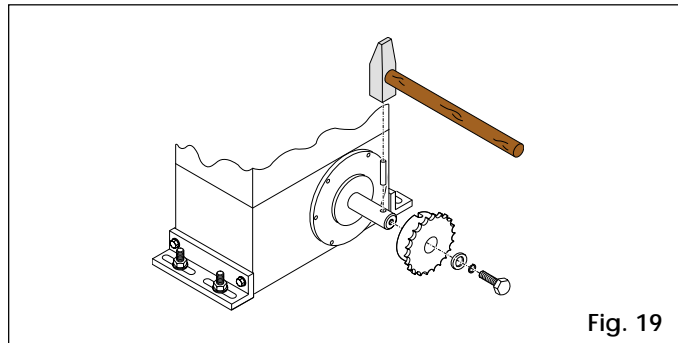

Fig. 19
4.5.1. MODEL 746 EMC CAT (Figs. 19 - 20)